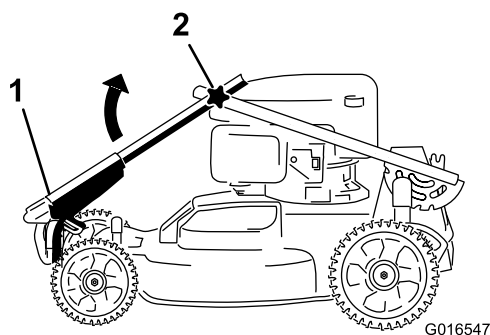
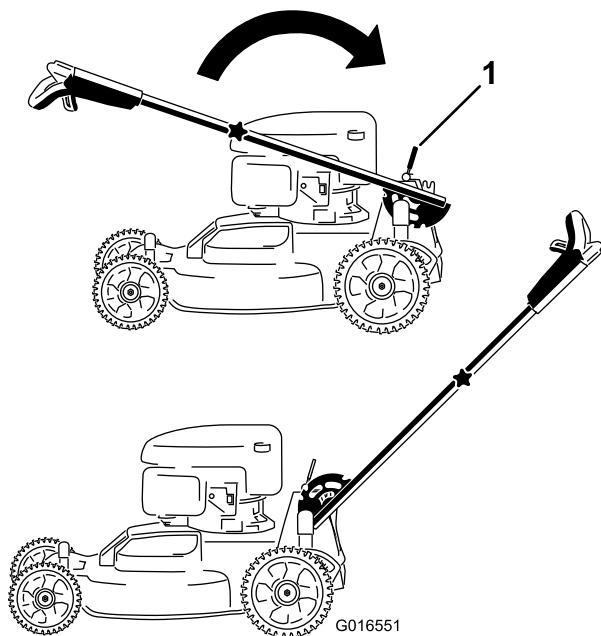

Рисунок 3
Рисунок 4
1. Поверните верхнюю рукоятку, чтобы она сложилась вместе с нижней рукояткой (Рисунок 3), и затяните обе ручки на рукоятке, чтобы зафиксировать верхнюю рукоятку на месте (Рисунок 4).
2. Отпустите рычаг фиксации рукоятки (Рисунок 4).
3. Потяните рукоятку назад и зафиксируйте в рабочем положении (Рисунок 4).